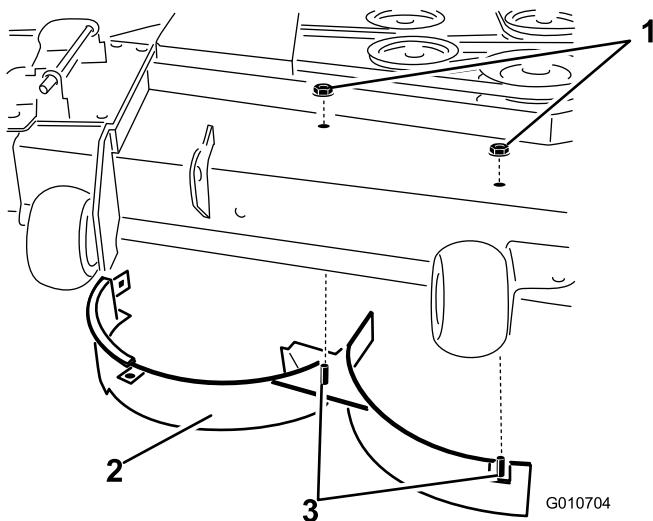

Figura 38
11. Retire las dos contratuercas (5/16 pulgada) que sujetan las clavijas soldadas del deflecto derecho a la parte superior de la carcasa de corte en las posiciones centro y centro derecha (Figura 38).
12. Retire el perno de cuello cuadrado y la contratuerca que sujetan el deflecto derecho a la parte superior de la carcasa de corte. Retire el deflecto derecho de la carcasa de corte (Figura 38).